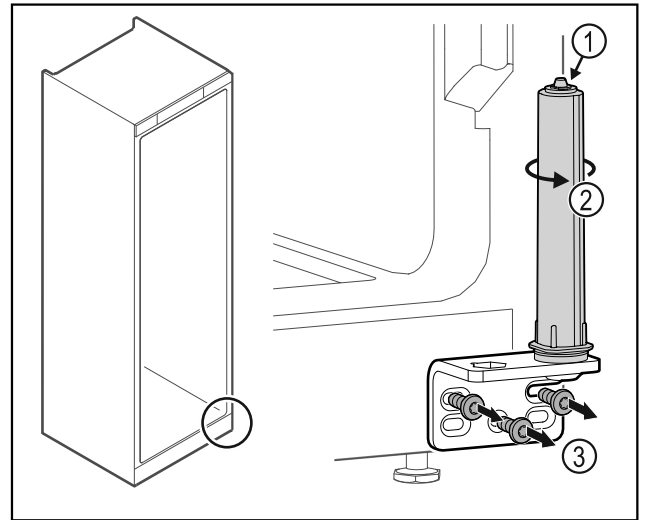

Fig. 38
► No desensamblar el sistema de cierre de la puerta Fig. 38 (1).
- Girar el sistema de cierre Fig. 38 (2) hasta que haga clic.
- Desatornillar la escuadra de bisagra Fig. 38 (3).